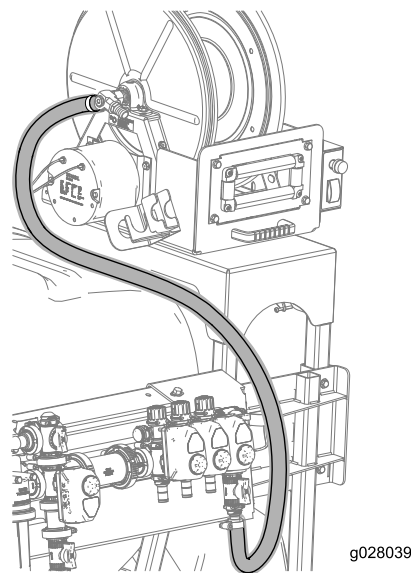

図 16
9. 図 16 のように、ホース 180cm をホースアセンブリのバーブに接続してホースクランプで固定する。